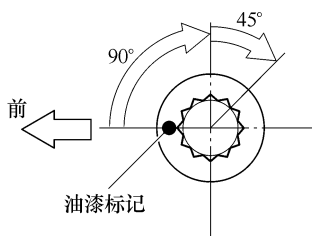

图 1-90 气缸盖螺栓紧固方法
2) 如图 1-90 所示，将气缸盖螺栓再次紧固 90°，然后再紧固 45°。